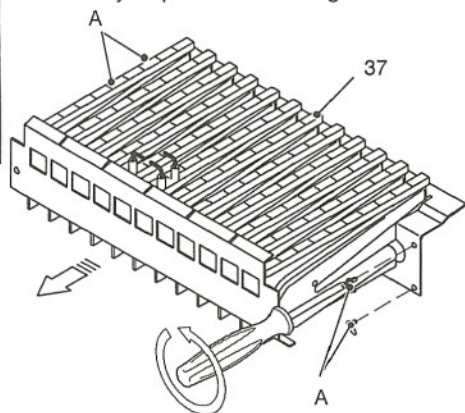

fig. 8.1
- 4 Quitar el panel delantero de la cámara de combustión y el quemador 37 en fig. 8.1